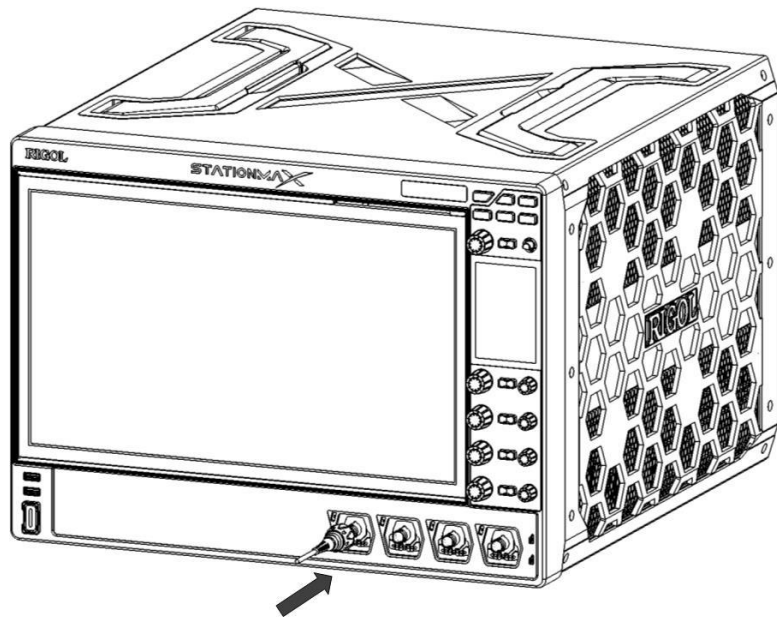

图 4.4 连接无源探头
1. 将探头的 BNC 端连接至示波器前面板的模拟通道输入端，如 图 4.4 所示。